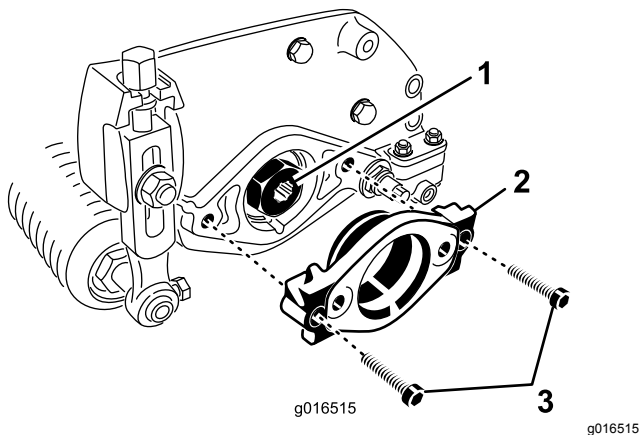

Figura 8
2. Retire los 2 pernos allen que sujetan el soporte del motor al extremo izquierdo de la unidad de corte. Retire el soporte del motor (Figura 8).
3. Aplique grasa al diámetro interno del acoplamiento de tracción (Figura 8).
4. En el extremo izquierdo de la unidad de corte, aplique una capa fina de aceite a la junta tórica e instale el soporte del motor con los 2 pernos allen retirados anteriormente (Figura 8). Apriete los pernos a entre 16 y 20 N·m.